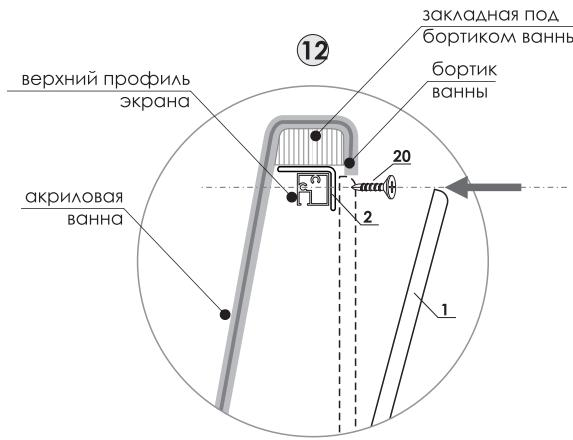

рис. 12
12. С внешней стороны зафиксируйте верхний профиль экрана к уголкам под бортами ванны, используя шуруп 3,9x13 со сверлом (рис. 12).